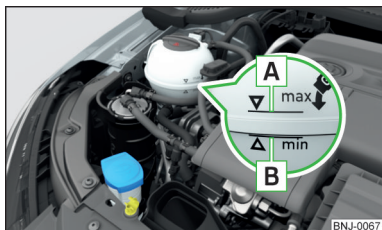

Fig. 169
Kølevæskens betegnelse er angivet på kølevæskebeholderen » Fig. 169 på side 154.
- Påfyld ikke kølevæske over markeringen A » Fig. 169 på side 154.
Kølevæskebeholder » Fig. 169
➤ Kontroller kølevæskestanden på kølevæskebeholderen » Fig. 169.
Når motoren er driftsvarm, kan kontrolresultatet blive upræcist. Standen kan også ligge over markering **A** » Fig. 169.